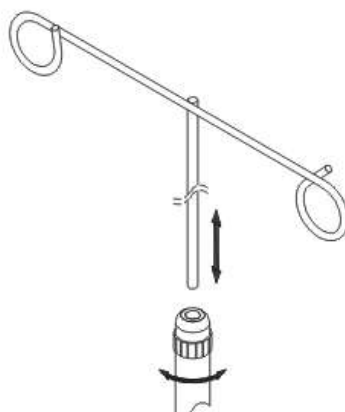

Figura 86 - Montagem do eixo suporte do soro maior
4. Coloque o eixo do suporte de monitor e introduza do tubo e aperte o mandril, conforme figura 86.